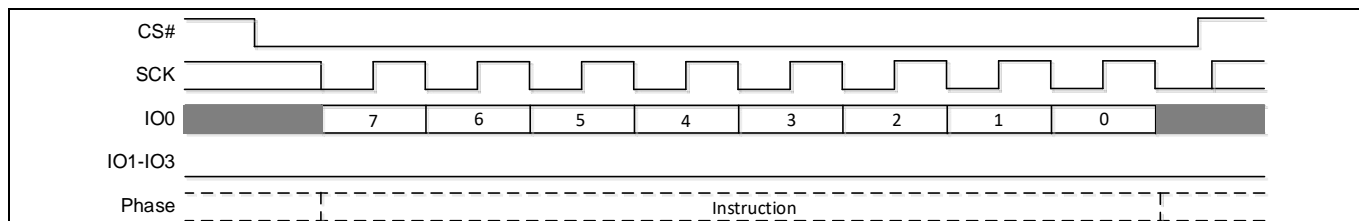

Figure 8 スタンドアローン命令コマンド
RESET コマンドは **Figure 7** の (3) での、デュアルクアッドのデバイスをリセットするために送信されます。RESET コマンドを送信する前に、クアッドの WREN コマンドを送信する必要があります。WREN コマンド送信後、デバイスはステータスレジスタに書き込みイネーブルラッチ (WEL) を設定して、書き込み操作を有効にします。RESET および WREN は **Figure 8** に示すように、命令のみで構成されるスタンドアロンの命令コマンドです。WRR コマンドの詳細については、**S25FL256S のデータシート** を参照してください。